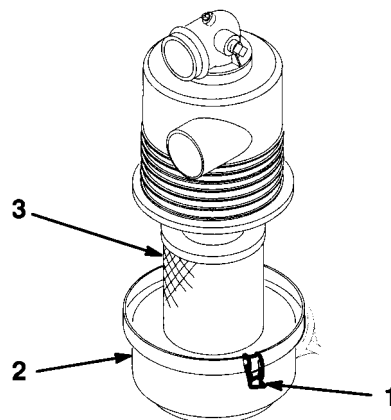

図 28
2. オイルフィルタ（図28）を外し、新しいフィルタのガスケットにオイルを薄く塗る。
3. ラッチを外してカバーとボディーを分離し（図28）、カバーの内部をきれいに清掃する。